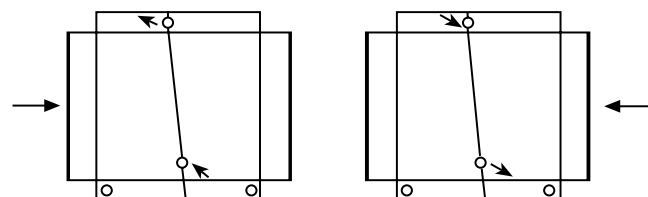

Fig 1b
4. För TBKC gäller att batteriets kapacitet beroende på luftriktning är försumbar. Ingående kylmedie ansluts i batteriets övre anslutning enl. fig. 1b.